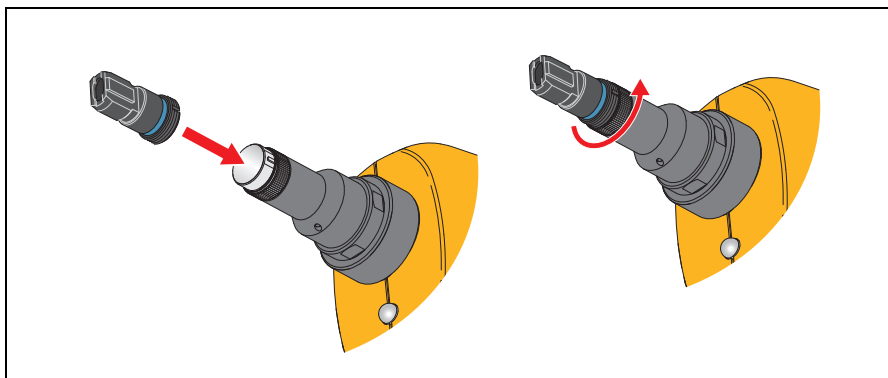

图 2. MPO 测头安装
1. 将测头上的凹槽与探头末端的定位销对准。见图 2 所示。